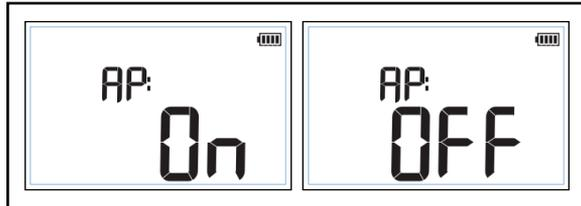

Figura 5. Ajuste de apagado automático
2. Pulse **ENTER** hasta que aparezca **AP:** en la pantalla. Consulte la Figura 5.